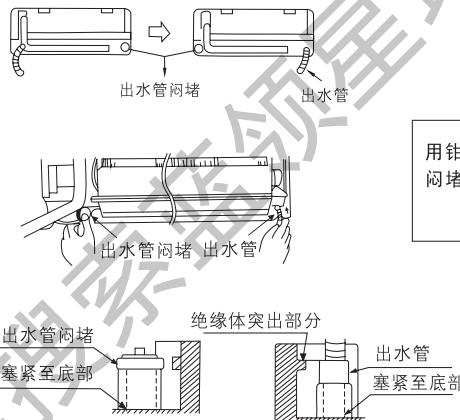

图 9
(3) 如铜管从左边引出时，需将出水管和出水管闷堵互换位置，然后需如图9所示塞紧。(如果塞得不紧，冷凝水将会漏出及滴落。)